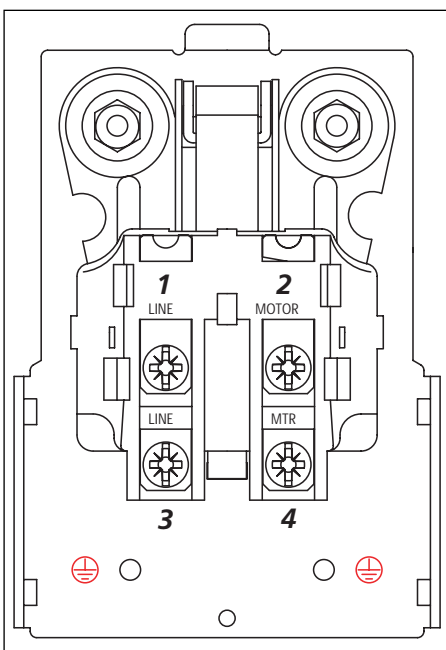

Figure 4
8. Placer le fil de moteur noir sous la tête de vis #4 (Voir Fig. 4), et serrer la vis pour fixer le fil. Placer le fil secteur noir sous la tête de vis #3 et serrer la vis pour fixer le fil.
fil. Situer le fil de moteur blanc sous la tête de vis #2, serrer la vis pour fixer le fil (Voir Fig. 4).